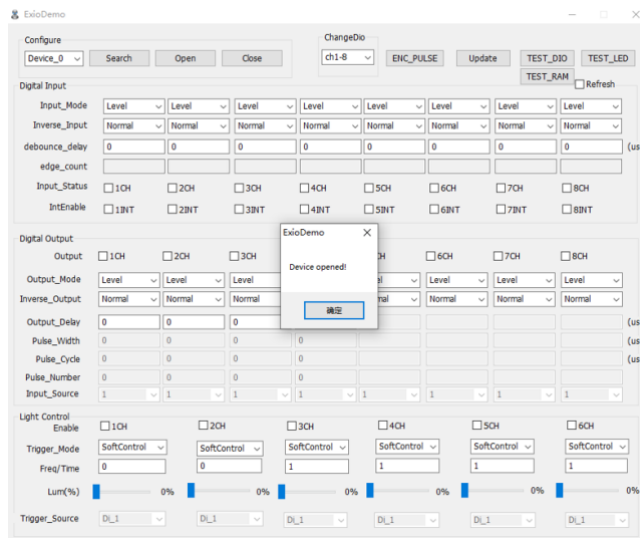

图 3-4 控制卡 DEMO 设备打开正常弹框
- 2、 点击“搜索设备”->“打开设备”，此时控制卡已可正常使用，如图 3-4 所示：